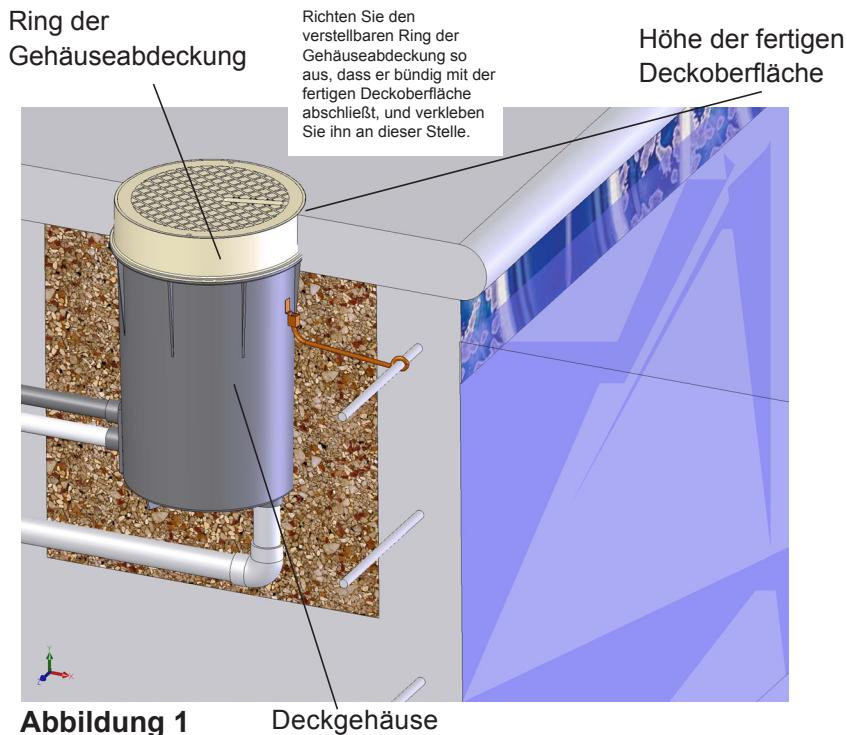

Abbildung 1
3. Verankern Sie das Deckgehäuse so, dass sich die Oberseite des Rings der Gehäuseabdeckung auf Höhe des fertigen Decks befindet. (Abbildung 1). Der verstellbare Ring sollte so ausgerichtet sein, dass er bündig mit der fertigen Deckoberfläche abschließt. Nachdem Sie die endgültigen Ausrichtungen am Ring vorgenommen haben, kleben Sie den Ring an das Deckgehäuse.